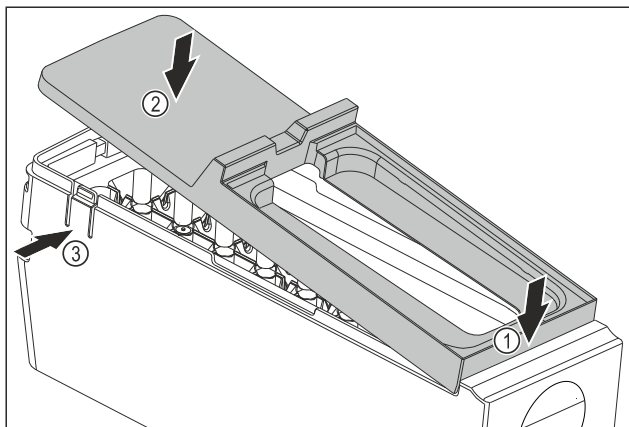

Fig. 86
- Montera skyddet på EasyTwist-Ice-enheten: Sätt in skyddet framtill. Fig. 86 (1)
- Sänk ned skyddet baktill. Fig. 86 (2)
- ▷ Skyddet hakar hörbart i båda skenorna Fig. 86 (3).